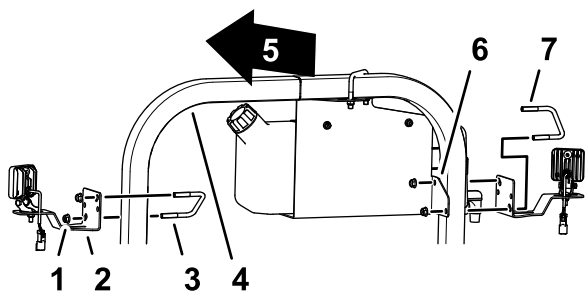

Figure 5
1. Sur le côté gauche du système ROPS, retirez l'étrier fileté (3/8" x 3 1/2" x 2-13/16") et le contre-écrou à embase qui fixent le support du réservoir d'eau douce sur le tube du système ROPS (Figure 5).
- Fixez l'éclairage à LED et le support au tube du système ROPS et au support du réservoir d'eau douce, comme montré à la Figure 5, avec l'étrier fileté ($\frac{3}{8}$ " x $3\frac{1}{2}$ " x 2-13/16") et le contre-écrou à embase ($\frac{3}{8}$ ") que vous avez retirés à l'opération 1.
- De l'autre côté du tube du système ROPS, fixez l'éclairage à LED et le support au tube du système ROPS à l'aide d'un étrier fileté ($\frac{3}{8}$ " x $3\frac{1}{2}$ " x 2-13/16") et d'un contre-écrou à embase ($\frac{3}{8}$ ") provenant du kit projecteurs d'éclairage arrière (Figure 5).